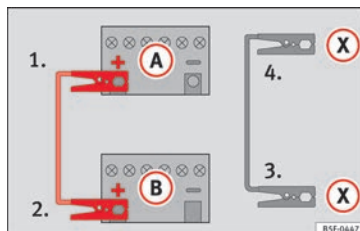

Fig. 78 Esquema de conexión para vehículos con sistema Start Stop.
- En los vehículos con sistema Start-Stop: emborne un extremo del cable **negro** de emergencia (X) a un terminal de masa adecuado, a una pieza de metal maciza que vaya atornillada al bloque motor o al mismo bloque motor » » » fig. 78.
5. Emborne el otro extremo del cable **negro** de emergencia (X), en el vehículo con la batería descargada, a una pieza de metal maciza que vaya atornillada al bloque motor o al mismo bloque motor pero lo más alejado posible de la batería (A).